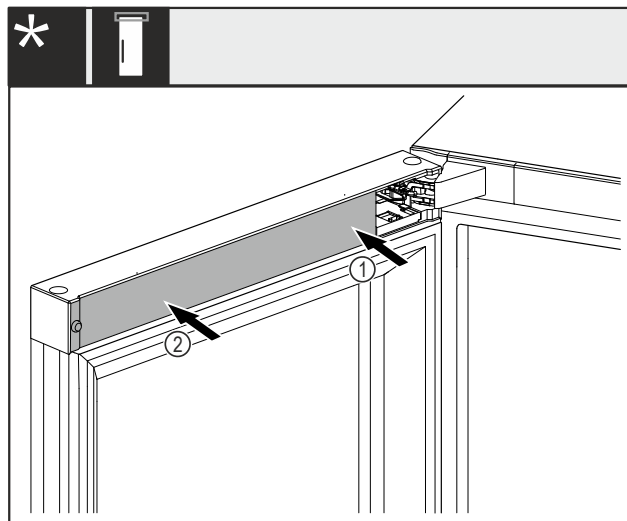

Fig. 50 *
- ▶ Najprije postavite poklopac Fig. 50 (1) na stranu podloška ležaja i uglavite ga.*
- ▶ Postavite poklopac Fig. 50 (2) na vanjsku stranu i uglavite ga.*